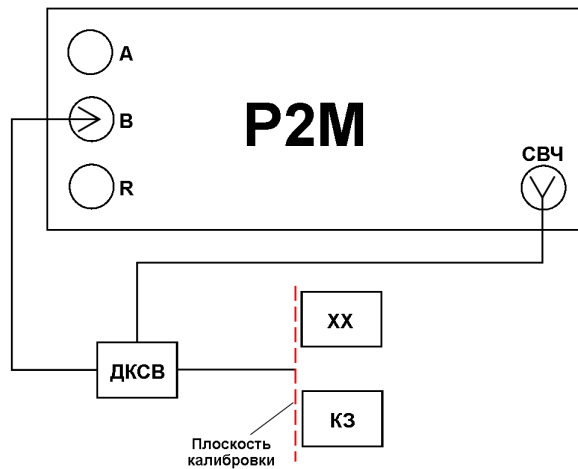
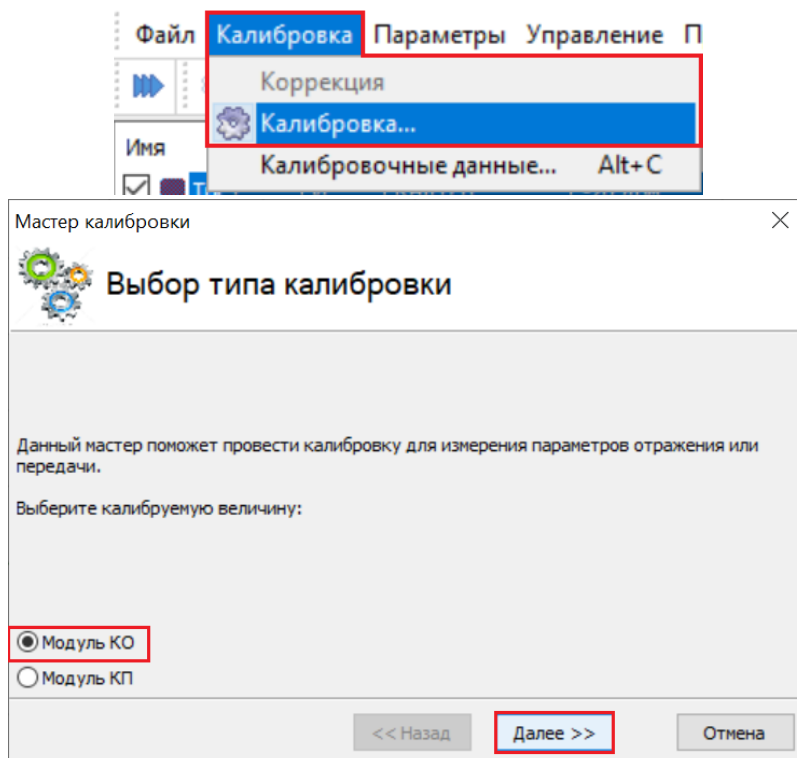

Рисунок 8. Проведение калибровки в режиме измерения модуля КО.
Рис. 9. Настройка параметров калибровки модуля КО.
9. Выбрать в главном меню *Калибровка* -> *Калибровка...* В окне «Мастер калибровки» выбрать «Модуль КО». Провести калибровку, поочередно подключая к СВЧ-выходу датчика КСВ меры XX (холостого хода) и КЗ (короткого замыкания) по схеме, приведенной на рис. 8, следуя указаниям Мастера калибровки, рис. 9.